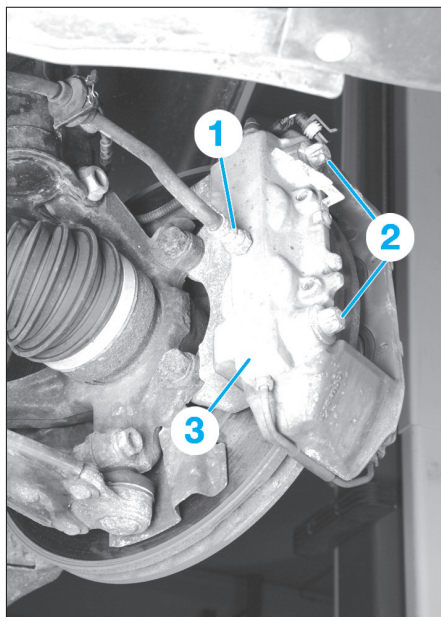

Fig. 6
- Débloquer le flexible de frein (1) sur l'étrier (Fig.6).